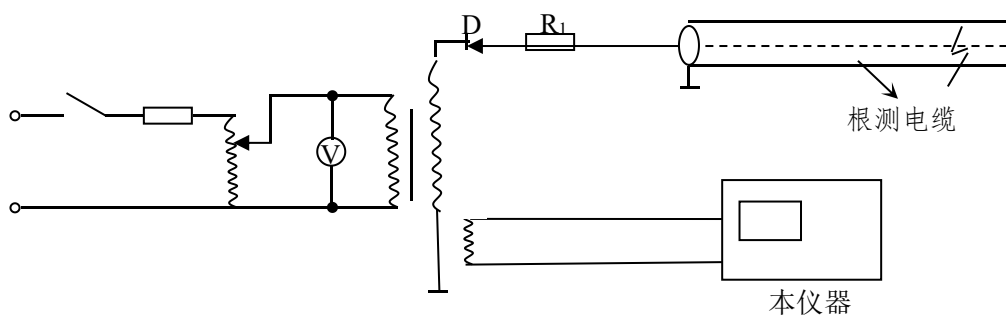
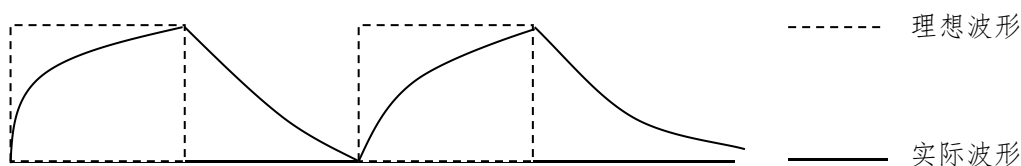

图2 直流高压法测试原理图
图3 直流高压法波形图
当故障电阻极高，尚未形成稳定电阻通道之前，可利用逐步升高的直流电压施于被测电缆。至一定电压值后故障点首先被击穿，形成闪络，利用闪络电弧对所加入电压形成短路反射，反射回波在输入端被高阻源形成开路反射。这样电压在输入端和故障点之间将多次反射，直至能量消耗殆尽为止。测试原理线路图如图 2 所示，线路的反射波形如图 3 所示。
5) 接通仪器电源，屏幕出现视窗。然后逐步调节调压器升高测试电压，当故障点产生闪络现象时，毫安表中电流突然增大，电压表指针抖动。显示屏上应出现 4.2 中图 3 所示波形。由图 3 可知， $t_1 \sim t_2$  间为故障距离。